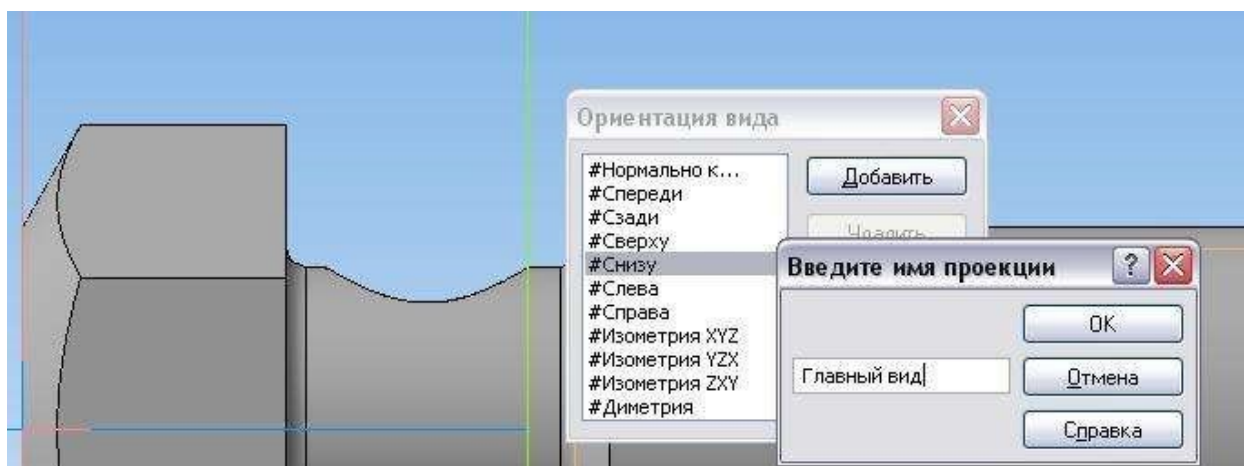

Рисунок 7.126 – Добавление ориентации
11) Ориентацию детали Вид снизу добавить как Главный вид (рисунок 7.126):